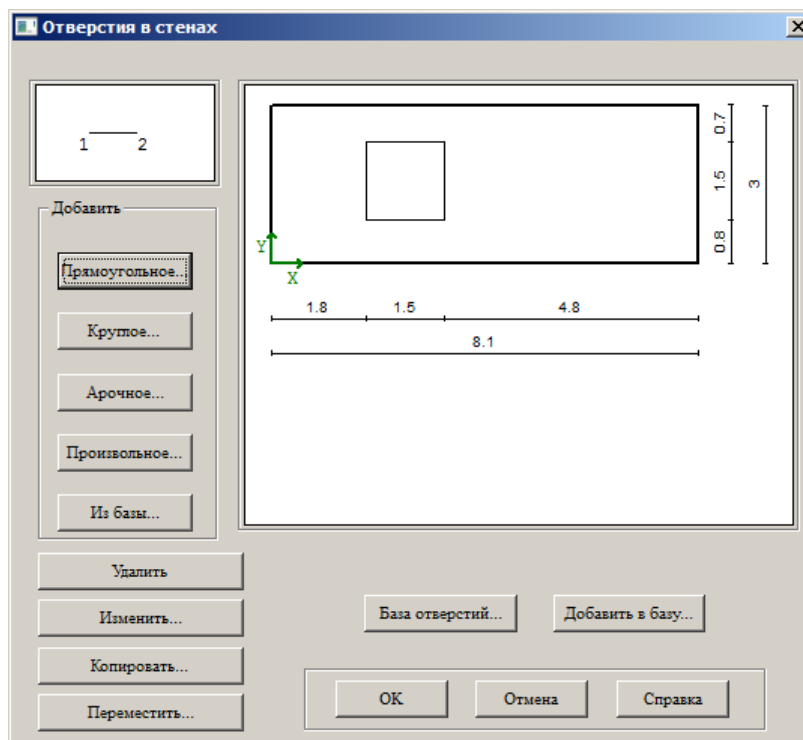

Рис.15.2.6. Окно диалога **Отверстия в стенах**
- щелкните на кнопке **ОК** – заданное отверстие будет добавлено на рисунок стены в окне диалога **Отверстия в стенах** (рис. 15.2.6);